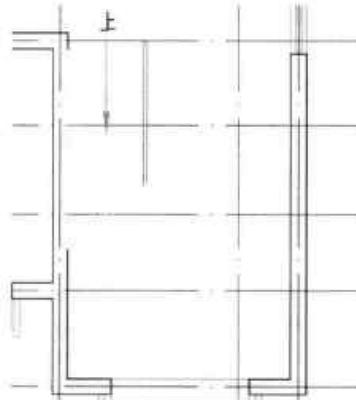

图16-104 绘制楼梯标注
**Step 08** 在楼梯合适位置，使用鼠标拖曳的方法，则可添加楼梯标注，如图 16-104 所示。